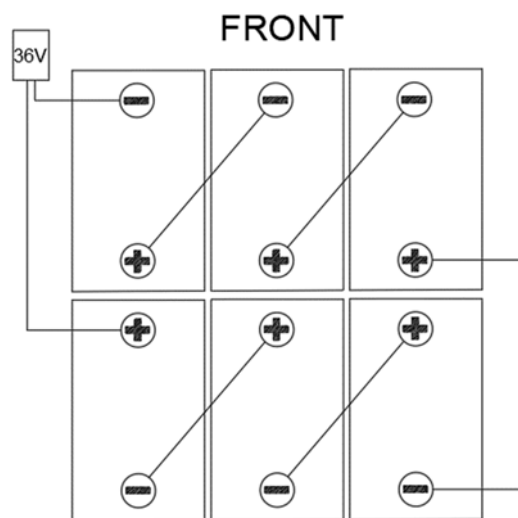

Figura 5
Mașina necesită șase baterii de 6V, conectate și instalate în pozițiile arătate în Figura 5.
8. Ghidați și instalați cablul bateriei ca în Figura 5, apoi strângeți cu grijă piulița de la fiecare bornă a bateriei.